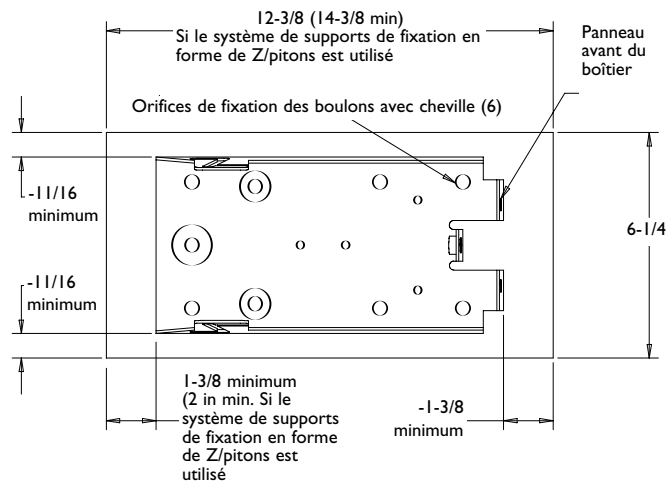

Figure 3 : Installation du panneau supérieur
1. Placez le panneau supérieur sur le plafond ou le mur, à l'horizontale ou à la verticale, en fonction des exigences requises par votre installation (figure 3). Pour que celle-ci soit correcte, choisissez de préférence une surface plane et lisse. Veuillez noter l'espace minimum requis en vous référant à la figure 3.
Veuillez vous référer à la figure 3 pour connaître l'espace minimum requis